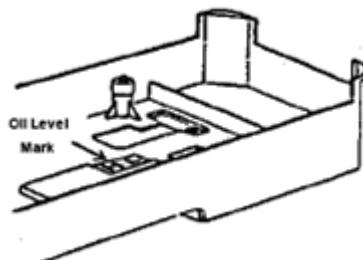

Figura 10
- Antes de acionar a máquina, encha o reservatório de óleo da máquina até a marca 'H', conforme a Figura 10